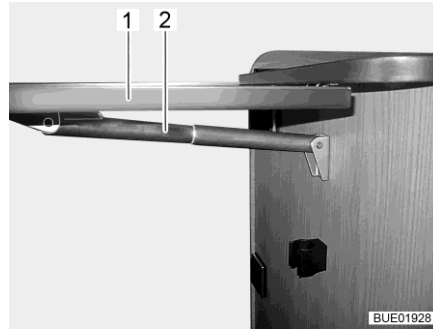

Bild 50 Thekenklapptisch
- Thekenklapptisch (Bild 50,1) unten greifen und mit leichtem Zug aus der Rastung ziehen.
- Tischplatte nach oben schwenken, bis die Fixierung der Teleskophalterung (Bild 50,2) greift. Tischplatte loslassen.